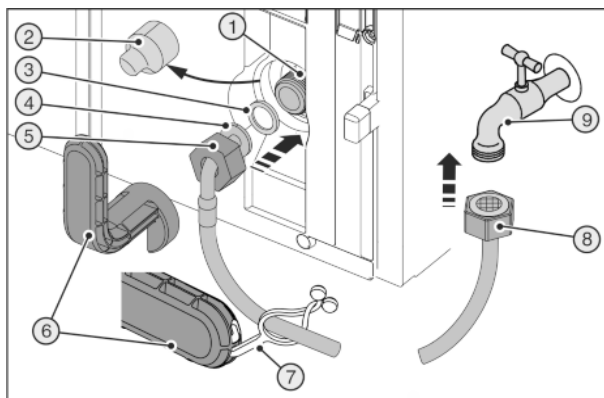
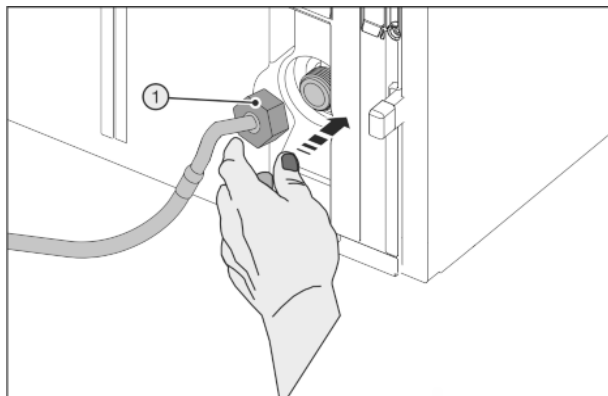

Fig. 28
Fig. 29
Rozbite urządzenie pomocnicze Fig. 28 (6)!
- ▶ Narzędzie pomocnicze Fig. 28 (6) stosować wyłącznie w temperaturze pokojowej.
- ▶ Zdjąć osłonę Fig. 28 (2).
- ▶ Ułatwiony montaż: Prostą końcówkę węża Fig. 28 (8) ułożyć na podłożu, po lewej stronie.
- ▶ Nasunąć nakrętkę Fig. 28 (5) na zagiętą końcówkę węża Fig. 28 (4) do końca i przytrzymać.
- ▶ Nawilżyć uszczelkę Fig. 28 (3) i docisnąć do nakrętki Fig. 28 (5).
- ▶ Uszczelka Fig. 28 (3) jest ułożona płasko i jest lekko przytrzymywana.
- Ostrożnie umieścić nakrętkę Fig. 29 (1) i przykręcić prosto dwoma palcami na gwincie, aż do uzyskania pewnego mocowania.
- Nakrętkę Fig. 29 (1) dokręcić przy użyciu narzędzia pomocniczego Fig. 28 (6) w kierunku zgodnym z ruchem wskazówek zegara do momentu osiągnięcia maksymalnego momentu obrotowego i przekręcenia narzędzia pomocniczego Fig. 28 (6).
- Przykręcić nakrętkę Fig. 28 (8) do zaworu odcinającego Fig. 28 (9).
- Nakrętkę Fig. 28 (8) dokręcić przy użyciu narzędzia pomocniczego Fig. 28 (6) w kierunku zgodnym z ruchem wskazówek zegara do momentu osiągnięcia maksymalnego momentu obrotowego i przekręcenia narzędzia pomocniczego Fig. 28 (6).
- Otworzyć zawór odcinający Fig. 28 (9) zasilania wodą i sprawdzić szczelność całego systemu wodnego.
- Nakładkę Fig. 28 (7) założyć w narzędziu pomocniczym Fig. 28 (6) i przymocować do węża z pancerzem ze stali nierdzewnej w celu przechowania.